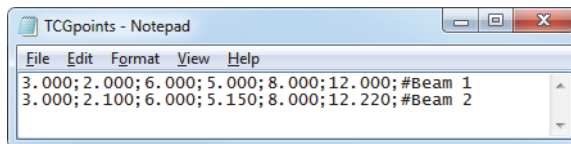

Рис. 4-34 Импорт точек ВРЧ
1. Создайте файл .csv, содержащий различные точки ВРЧ для конкретной группы (Рис. 4-34 на стр. 137):